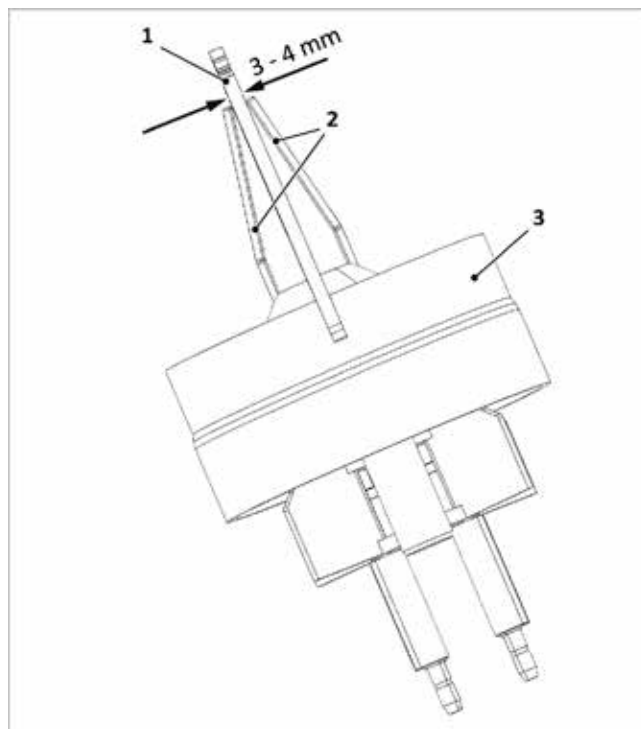

Fig. 145: Controllo della distanza degli elettrodi di accensione
- Distanza degli elettrodi come nella → fig. 145 controllare ed eventualmente correggere piegando con cautela.